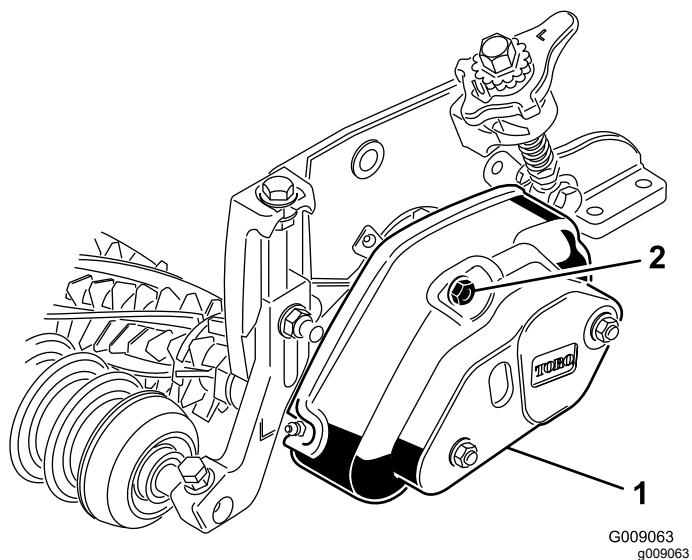

Рисунок 20
1. Отверните 2 гайки крепления крышки механической щетки и снимите крышку (Рисунок 20).